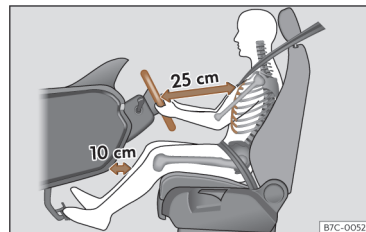

Fig. 17 La separación correcta entre el conductor y el volante debe ser de 25 cm como mínimo (10 pulgadas).
- Ajuste el volante de modo que quede a una distancia de, por lo menos, 25 cm (10 pulgadas) del esternón >>> **fig. 17** y lo pueda sujetar con ambas manos por los lados, por la parte exterior, con los brazos ligeramente flexionados.